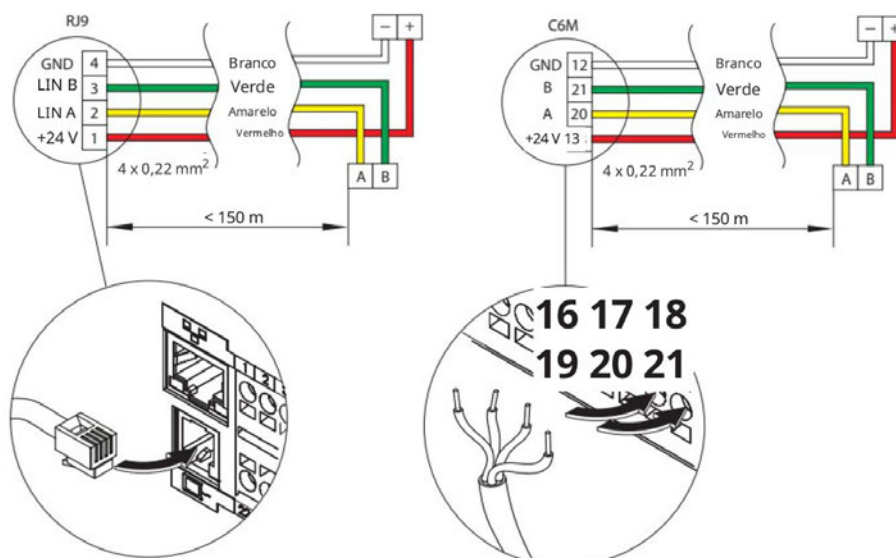

Fig. 17. Esquema de ligação do cabo do painel de controlo
- **DX (15–16)** – sinal de controlo para a bateria de expansão direta (DX).
- Painel de controlo (ver Fig. 17)